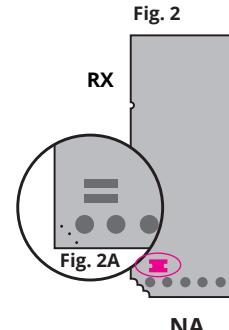

Fig. 2
- 2 Positionieren Sie die mitgelieferte Dichtung wie in Abbildung 2 gezeigt.
- 2 Placer la garniture fournie comme indiqué à la figure 2.
- Spezzare l'angolino della scheda RX, in corrispondenza dei 3 fori (come evidenziato in figura 2A) e fare una stagnatura nei due contatti evidenziati. (Fig.2)
- Break off the corner of the RX card, in correspondence with the 3 holes (as shown in figure 2A) and do the tinning of the two contacts indicated. (Fig.2)
- Die Ecke der Platine RX an den 3 Öffnungen abbrechen (wie in Abbildung 2A dargestellt) und die beiden hervorgehobenen Kontakte verzinnen. (Abb. 2)
- Casser le coin de la carte RX, en correspondance avec les 3 trous (comme indiqué sur la figure 2A) et étamer les deux contacts indiqués. (Fig.2)
- Separar un trozo de la tarjeta RX, cerca de los 3 agujeros (como se muestra en la figura 2A) y hacer un estañado en los dos contactos destacados (Fig.2)